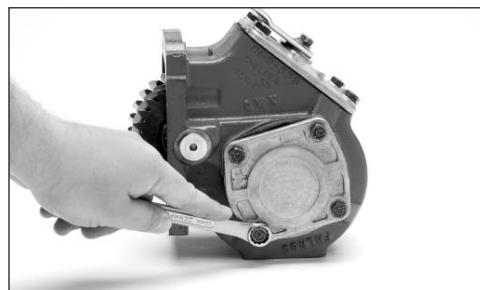

Fig. 9
12. Instale a bomba com o “ressalto para cima” (lado do orifício de sucção mais próximo da transmissão) Fig 9. Dê o torque nos pernos da bomba para 32-37 lb-pé [45-50 N-m]